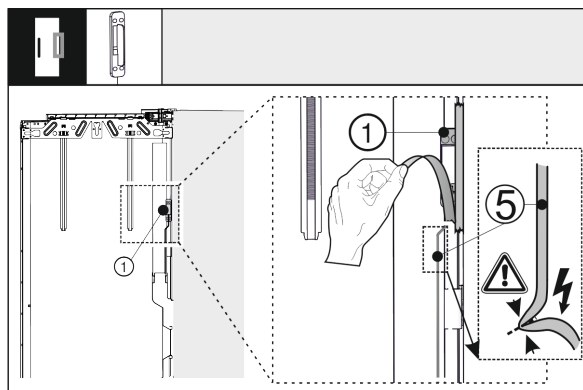

Fig. 41
- Staccare il sensore di battito in testa Fig. 41 (1) dalla porta esterna. Non danneggiare il cavo di collegamento Fig. 41 (5).